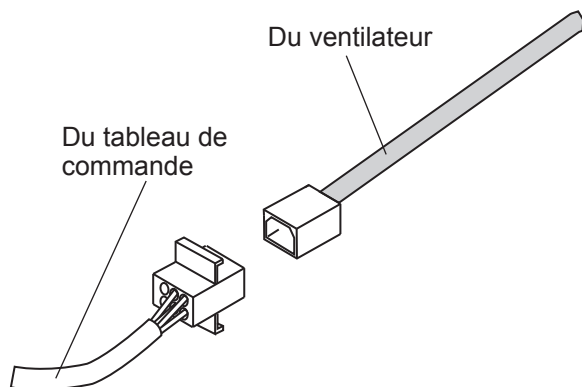

Figure 7 : Câblage de la hotte avec un ventilateur intégré
3. Branchez la fiche de connexion Molex dans le connecteur situé à l'intérieur de la hotte, *comme illustré sur la Figure 7*.